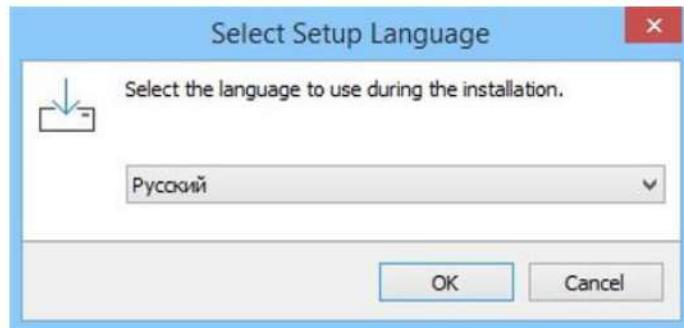

Рисунок 16 - Выбор языка
- 2) Выбрать язык, нажать кнопку «OK» (Рисунок 16).